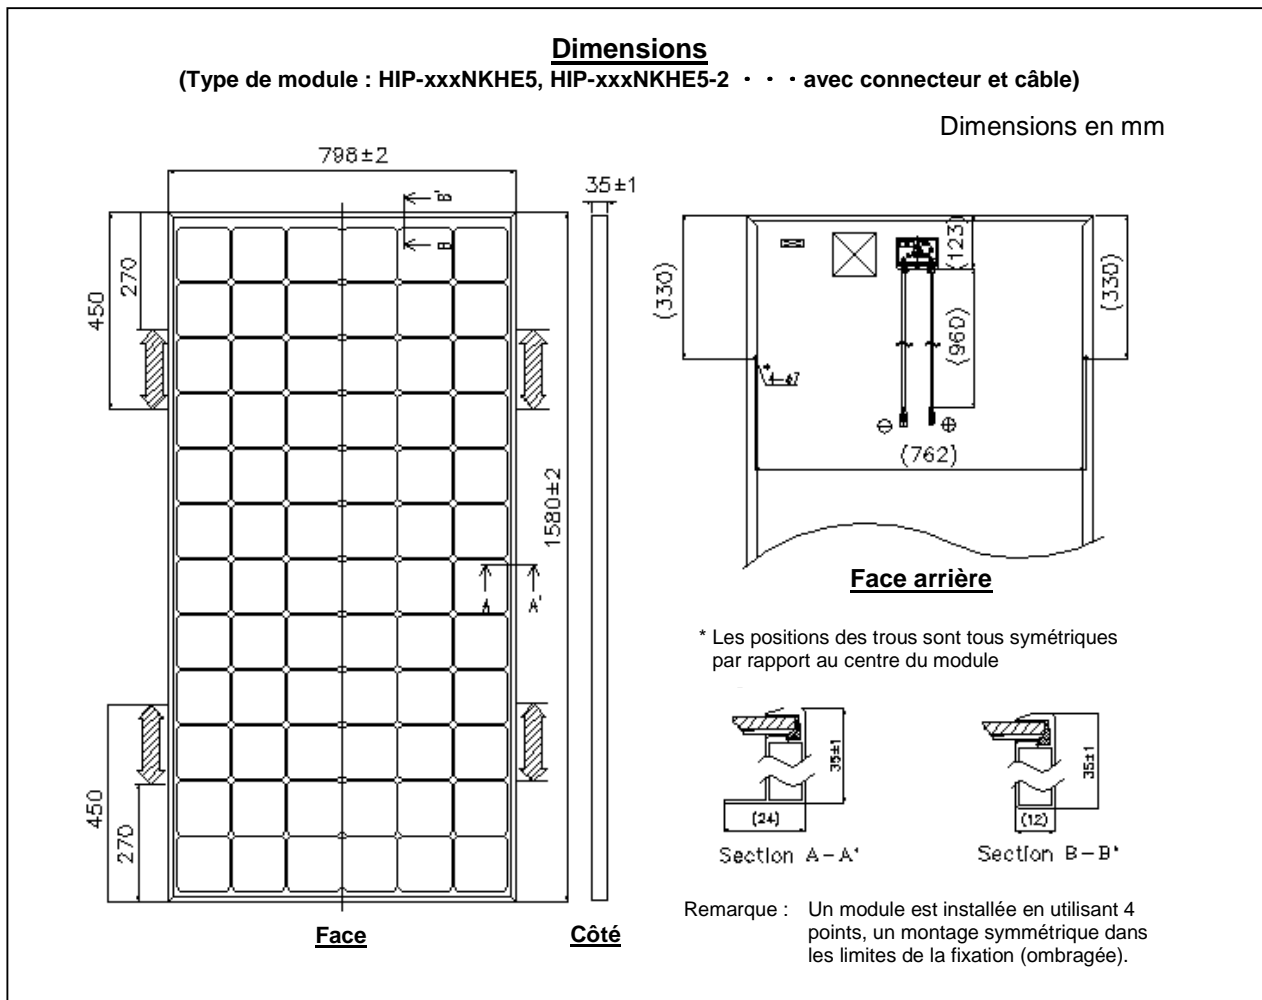
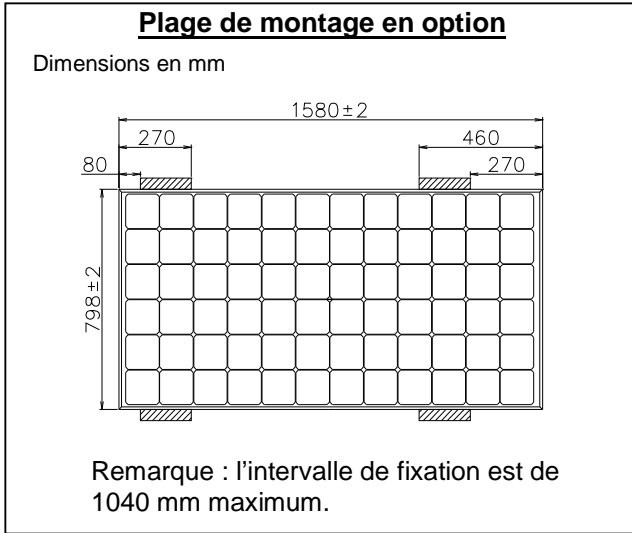
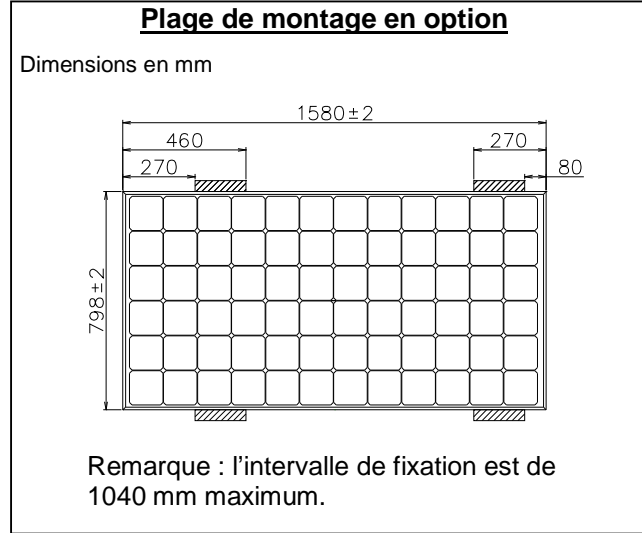

Figure 2-1: Dimensions
Figure 2-2: Plage de montage en option
Figure 2-3: Plage de montage en option
- Les modules doivent être montés essentiellement aux quatre (4) points à 25 % de la façon indiquée à la Figure 2-1. Toutefois, vous pouvez choisir les plages de montage en option (avec la limite de l'intervalle de fixation) de la façon indiquée à la Figure 2-2 ou la Figure 2-3.